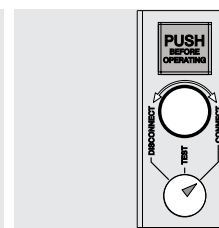

Figure 66
- disjoncteur en position d'embroché (voir Figure 66).